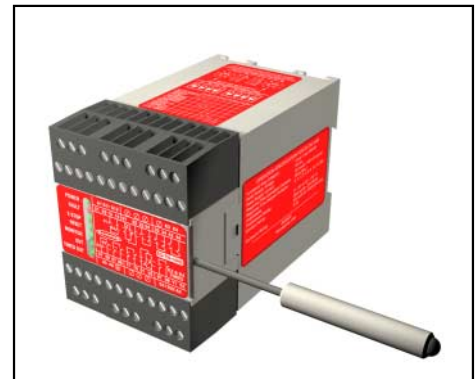

Fig.5 ドライバーを使用し、カバーをハウジングから引き上げる
非常停止セーフティモジュールはまた、必要なリセット機能も提供します。ANSI B11およびNFPA 79では、非常停止スイッチを定常状態(接点がクローズの位置)に戻してからリセットを行うよう要求しています。これにより、非常停止スイッチの接点がクローズするだけで制御される機械が再起動することを防ぎます。ES-TN-14H5と-14H6は、フロントカバーの下にあるモジュール内の2個のDIPスイッチでオートリセットの構成にすることができます(page 10、11のFig.5、6参照)。オートリセットモードは、一部の自動プロセスにとって便利な機能です。しかし、オートリセットを使用する場合、非常停止スイッチがクローズの位置に戻った後、別の方法でリセットを実行しなければなりません(page 9「警告」参照)。
フロントカバー下のモジュールハウジング内の2ヶ所の独立したDIPスイッチをAuto Resetに設定し(page 10、11のFig.5、6参照)、リセットスイッチの代わりに端子X1-X2のリセット入力をジャンパーすることによって(page 6のFig.2参照)、非常停止セーフティモジュールをオートリセットに設定することができます。
DIPスイッチとセレクタースイッチは、フロントプレート下のハウジング内に位置します。スイッチ設定の前に、電源を切ってください。右側のスロットにドライバーを挿入し、フロントプレートを引き上げると外れます (Fig.5参照)。ロータリー式の遅延時間設定用セレクターの矢印の部分に小さなドライバーを挿入し、必要な位置まで回してください。また、DIPスイッチも小さなドライバーを使用して設定してください。
- 3) 非常停止モジュールのフロントカバーを外します (page 10のFig.5参照)。